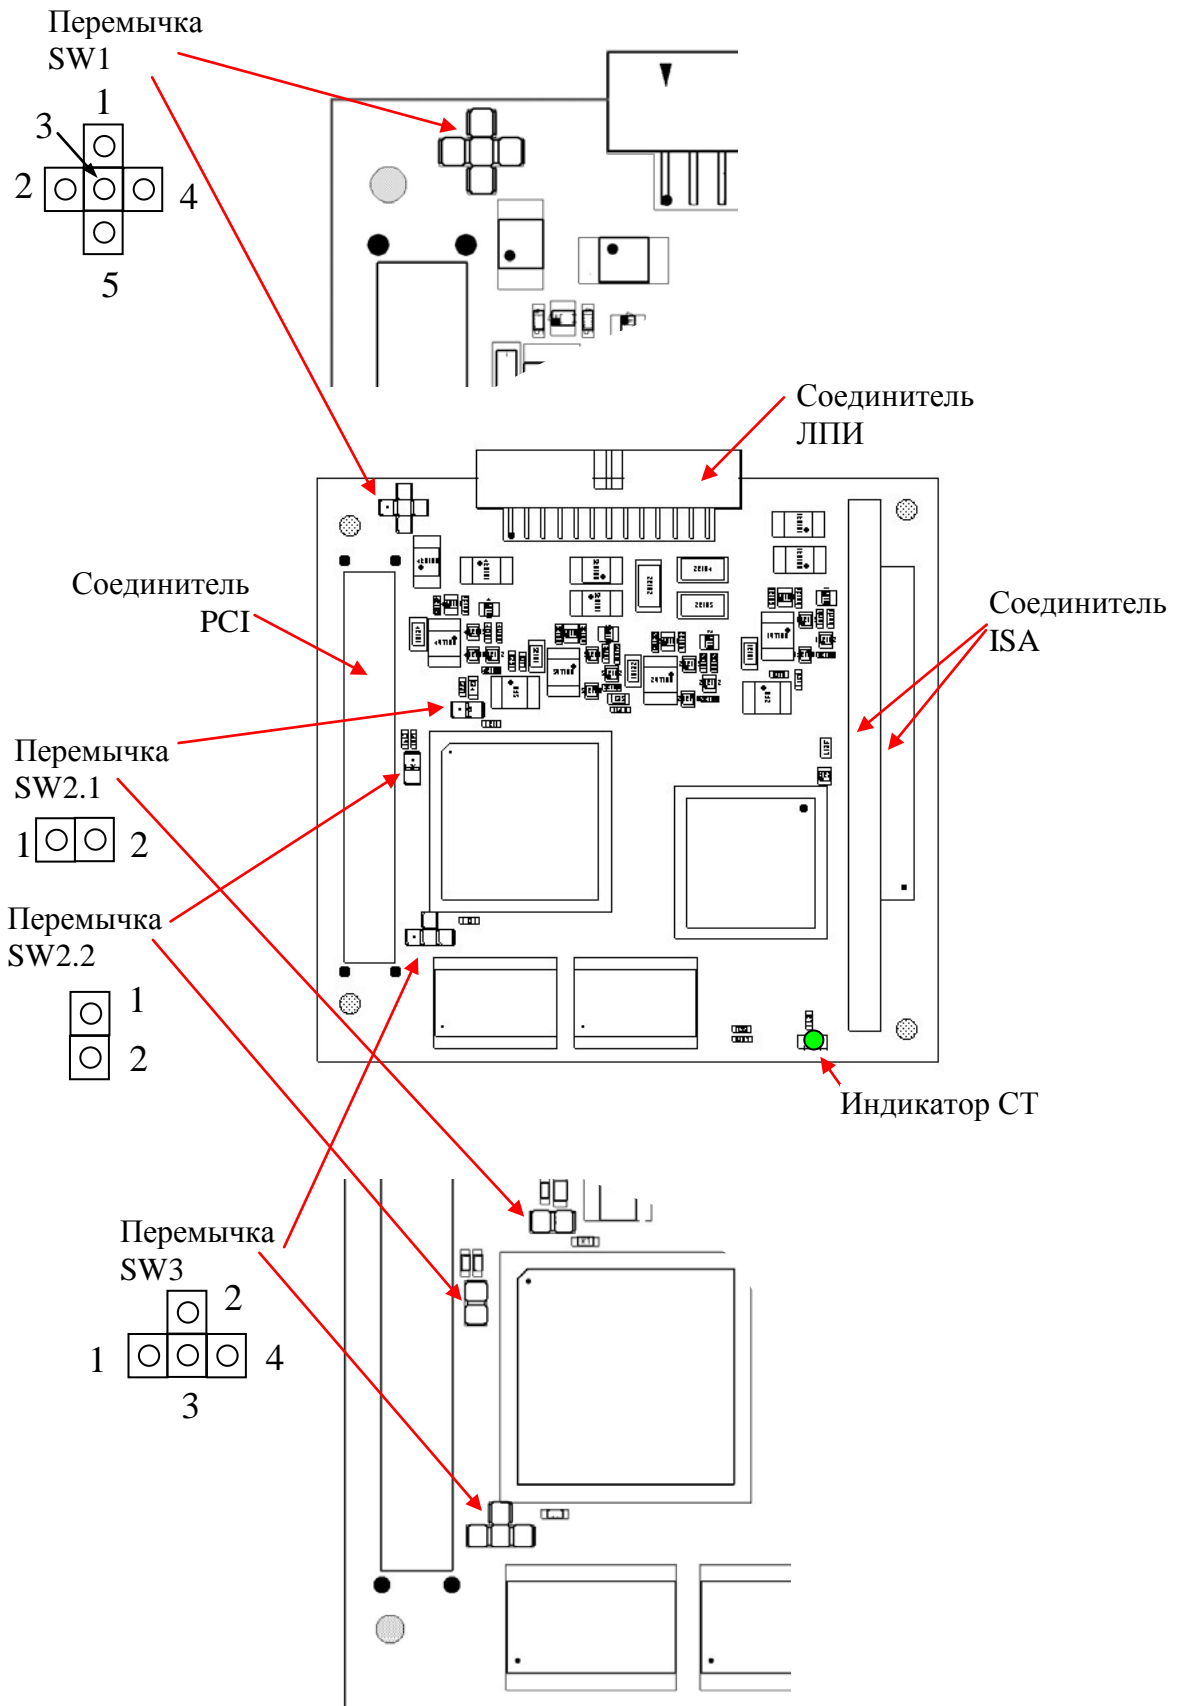

Рисунок 12. Внешний вид и способ установки УСМК 12plusx
Внешний вид устройства - Рисунок 12.
- 2) подключить к соединителю ЛПИ переходник ЛПИ - Рисунок 10, Рисунок 12, или аналогичный переходник, обеспечивающий подключение кабелей ЛПИ к соединителю ЛПИ устройства;